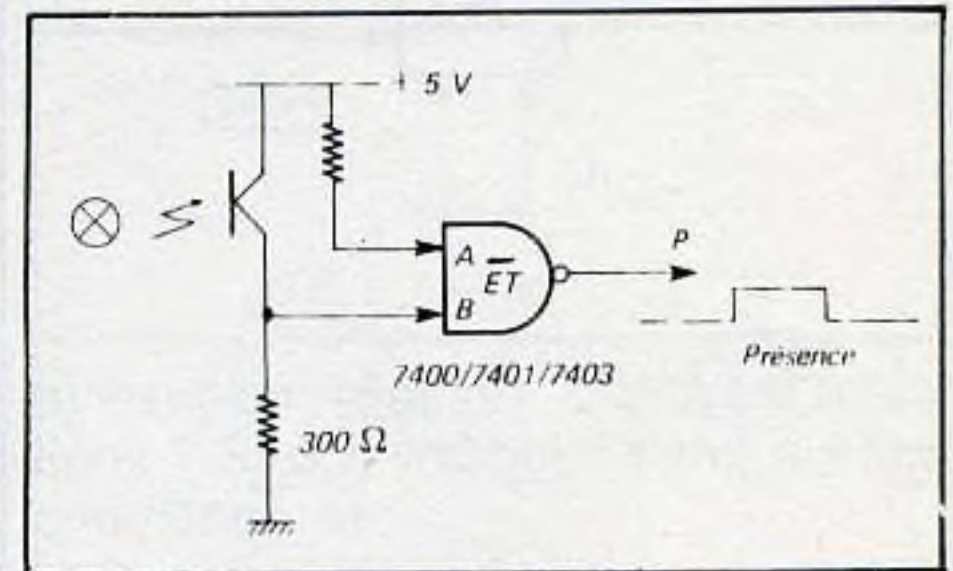

Fig. 109
1. Signal P indiquant la présence du client (figure 109).